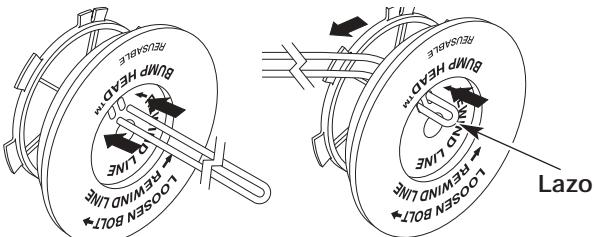

Fig. 28
6. Tome aproximadamente 40 pies (12.2 m) de nueva línea de corte, enlácela en dos longitudes iguales. Inserte cada extremo de la línea a través de uno de los dos orificios del carrete interior (Fig. 28). Pase la línea a través del carrete interior de modo que el lazo sea lo más pequeño posible.